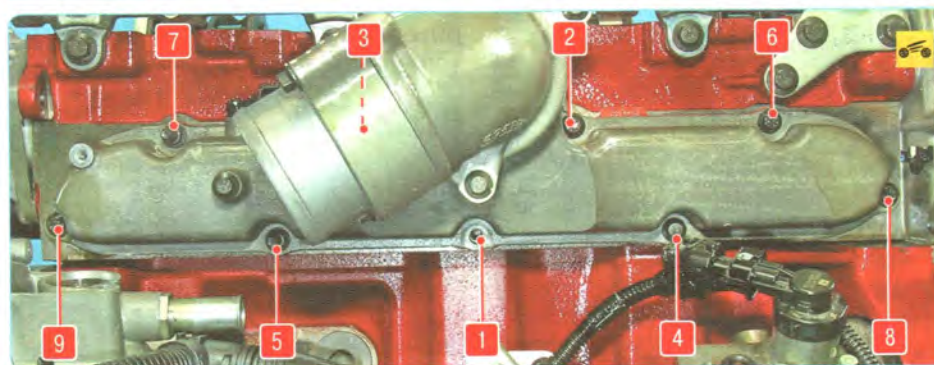

Рис. 5.12. Последовательность затяжки болтов и резьбовой стойки крепления впускной трубы (болт 3 находится за корпусом воздушной заслонки и на фото не виден)
25. Установите впускную трубу и все детали в порядке, обратном снятию. Болты и резьбовую стойку крепления впускной трубы затяните моментом 10 Н·м в порядке, показанном на рис. 5.12.